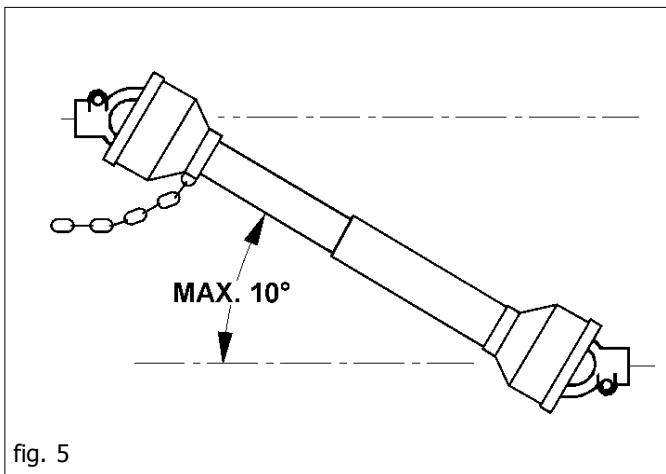

fig. 5
47) Die Zapfwelle immer ausschalten, wenn die Kardanwelle einen zu großen Winkel einnimmt (nie über 10 Grad – Abb. 5) und wenn sie nicht gebraucht wird.